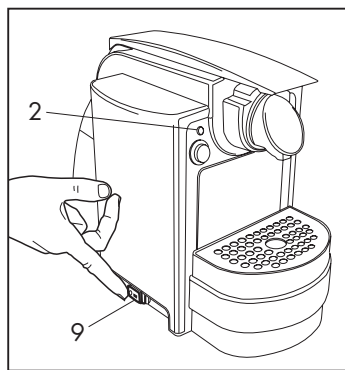

Fig. 4
- Accendere la macchina azionando l'interruttore principale (9).
- Quando la spia (2) si illumina, la macchina è pronta per l'utilizzo (Fig. 4).